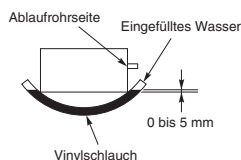

Abb. 3-8
- (5) Die Einheit ist mit einer Wasserwaage oder wie in Abb. 3-8 so auszurichten, dass das Ablaufrohr 5 mm niedriger geneigt ist als die gegenüberliegende Seite.